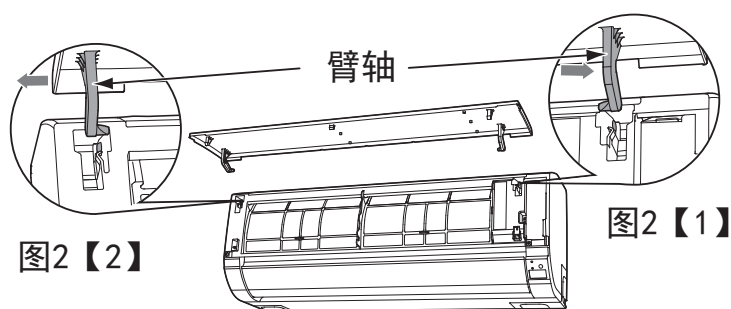

图2
2. 向外侧按压右侧的臂轴使其脱离；（如图2【1】）
3. 向外侧按压左侧的臂轴使其脱离。（如图2【2】）